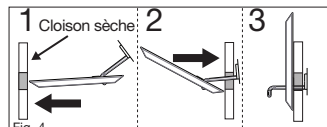

Fig. 4
- Une fois la barre complètement insérée dans le mur, tirez la collerette vers l'extérieur/l'arrière et assurez-vous que la barre se redresse puis se stabilise à la verticale derrière le mur. La barre doit s'appuyer à l'arrière du mur en pointant vers le haut, sa partie la plus longue au sommet. (Fig. 4)